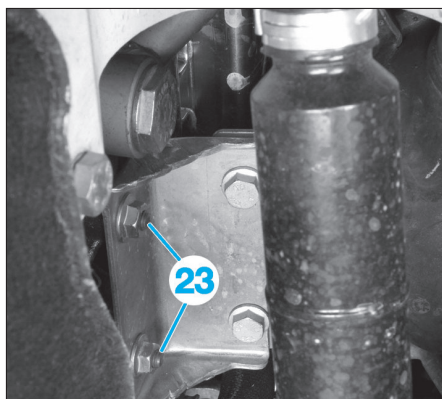
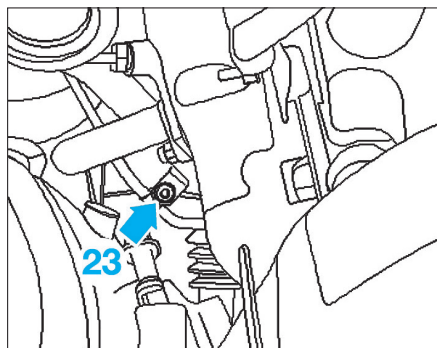

FIG. 150
FIG. 151
- les écrous et vis (23) (Fig.150) et (Fig.151),